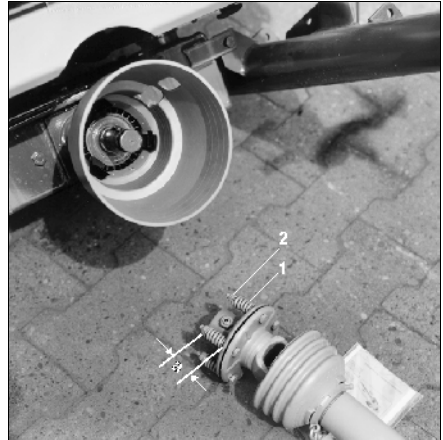

Fig. 55
- Relief springs (Fig. 55/1) by slackening the nuts (Fig. 55/2).